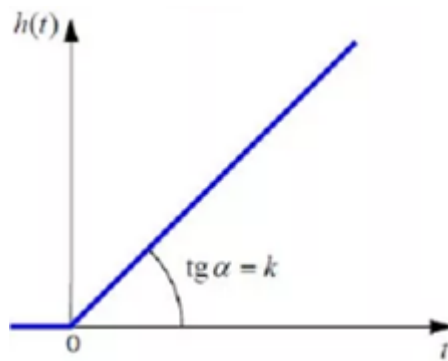

Рисунок 30. Переходная характеристика интегрирующего звена
19. Построим переходную характеристику «Интегрирующего звена» и опишем основные параметры (рис. 30).